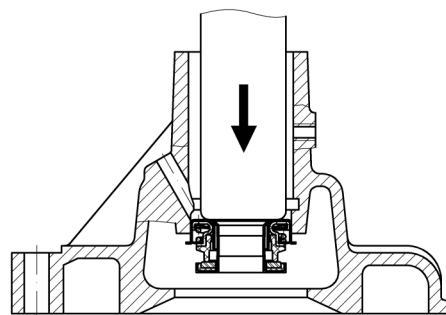

Рисунок 56 – Выпрессовка уплотнения водяного насоса
- выпрессовать уплотнение из корпуса (Рисунок 56).